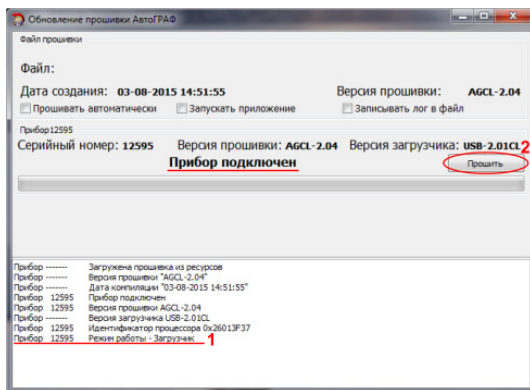

Рис.12. Обновление прошивки устройства TK-CAN-LOG.
Обновление прошивки устройства TK-CAN-LOG осуществляется по интерфейсу USB с помощью программы AG-CL-x.x.exe, где x.x – это версия прошивки (см. Рис.12).
5. Если все сделано верно, то в окне состояния появится сообщение «Прибор... Режим работы – Загрузчик» (Рис.12, п.1), а устройство будет иметь соответствующую индикацию – красный светодиод будет вспыхивать раз в секунду с длительностью 0,5 секунд. Если устройство не перешло в режим загрузчика, то повторите действия, описанные в пунктах 2-4.
6. Если устройство перешло в режим загрузчика, то разомкните контакты BOOT и нажмите кнопку «Прошить» в программе AG-CL-x.x.exe (Рис.12, п.2).